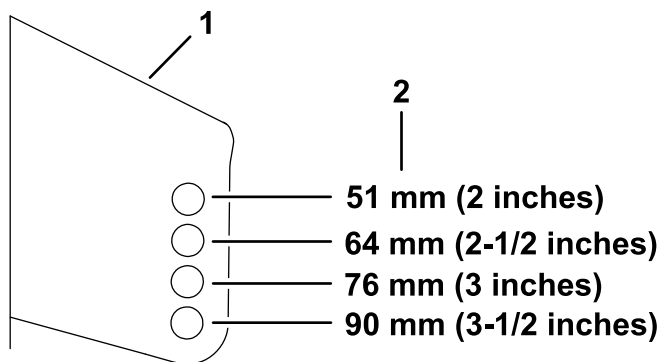

Figure 30
- Placez les galets dans l'une des positions indiquées à la Figure 30.